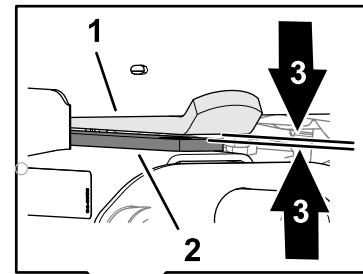

Figura 27
4. En la unidad de corte trasera, mida la distancia entre la correa de desgaste en la parte superior de la barra de desgaste de la unidad de corte trasera y el tope de amortiguación (Figura 27).